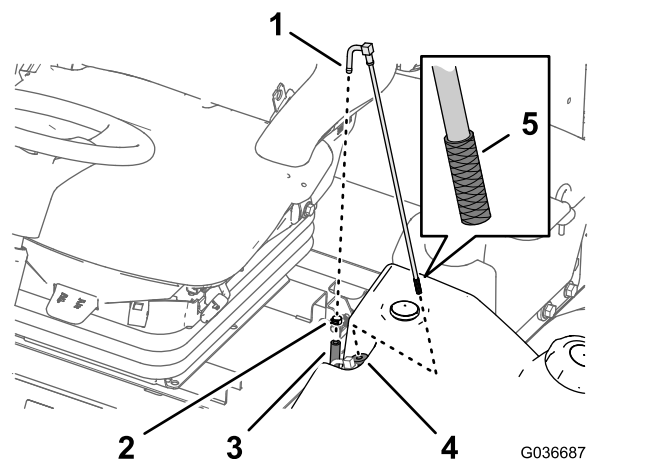

Figure 73
1. Retirez le collier qui fixe le flexible de carburant au raccord du tube d'aspiration (Figure 73).
2. Débranchez le flexible du raccord (Figure 73).
3. Soulevez et déposez le tube d'aspiration du réservoir de carburant (Figure 73).
4. Nettoyez les débris éventuellement présents sur la crépine au bout du tube d'aspiration de carburant (Figure 73).
5. Insérez le tube d'aspiration dans la bague de caoutchouc et dans le réservoir de carburant (Figure 73).